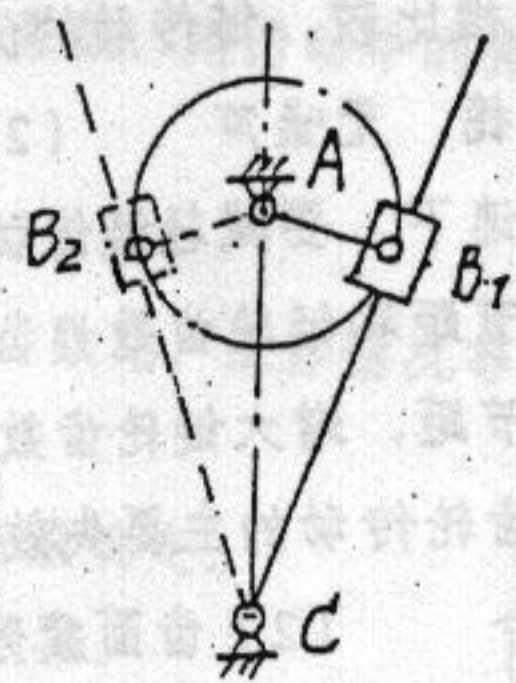

图 1
(1) 平面机构中, 两构件通过面接触构成的运动副称为_____, 它引入_____个约束; 通过点、线接触而构成的运动副为_____, 它引入_____个约束。
(2) 根据机构的组成原理, 任何机构都可以看成是由_____、_____以及_____所组成。
(3) 机构具有确定运动的条件是_____。
(4) 滚子从动件盘形凸轮机构中, 凸轮的实际廓线是理论廓线的_____曲线。
(5) 移动从动件盘形凸轮机构, 当从动件运动规律一定时, 欲同时降低推程和回程的压力角, 可采取的措施是_____; 若只降低推程的压力角, 可采用_____方法。
(6) 试写出两种能将原动件的单向连续转动转换成输出构件连续往复直线运动、且具有急回特性的连杆机构_____。
(7) 图 1 所示摆动导杆机构, 已知曲柄 $l_{AB} = 20\text{mm}$, $l_{AC} = 40\text{mm}$, 试写出该机构的极位夹角 $\theta =$ _____, 此机构的行程速比系数 $K =$ _____。
(8) 采用_____法切制渐开线齿廓时发生根切的原因是_____。
(9) 刚性转子静平衡的力学条件是_____, 而动平衡的力学条件是_____。
(10) 机器产生周期性速度波动的主要原因是_____, 调节的方法是_____; 产生非周期性速度波动的原因是_____, 调节的方法是_____。